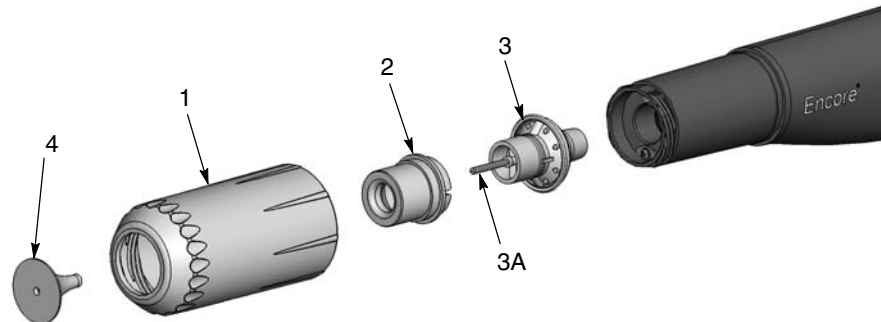

Figura 8 Substituição de deflectores opcionais e de bicos cónicos
1. Consulte a figura 8. Para substituir o deflector (4), puxe-o cuidadosamente para fora do conjunto do eléctrodo (3). Ao montar o deflector no conjunto do eléctrodo, ter cuidado para não curvar o fio do eléctrodo.
2. Para substituir o bico completo, desenrosque a porca do bico (1) no sentido contrário ao dos ponteiros do relógio.
3. Puxe o bico cónico (2) para fora do conjunto do eléctrodo.